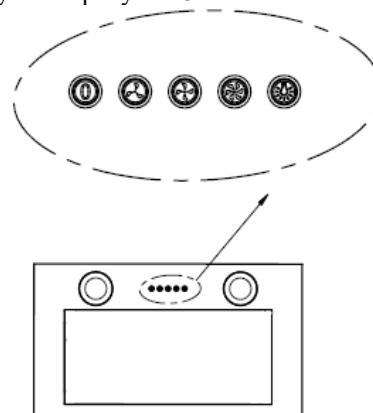

Рис. 8
10. Установите переключатель. Когда вы смотрите на панель спереди, положение выхода или иконка лампы на переключателе должна находиться с правой стороны панели. Совместите кнопку переключателя с отверстием на панели. Нажмите на фиксаторы на коробе переключателя с обеих сторон. Переключатель считается установленным только тогда, когда кронштейн полностью защелкнут. См. рисунок 8.